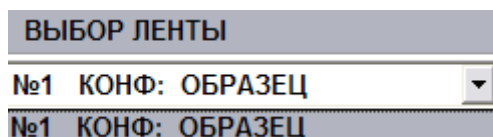

Рисунок 35
- «ВЫБОР ЛЕНТЫ» - список принятых лент (рисунок 35). При нажатии на строку открывается список принятых лент для выбора ленты для отображения.